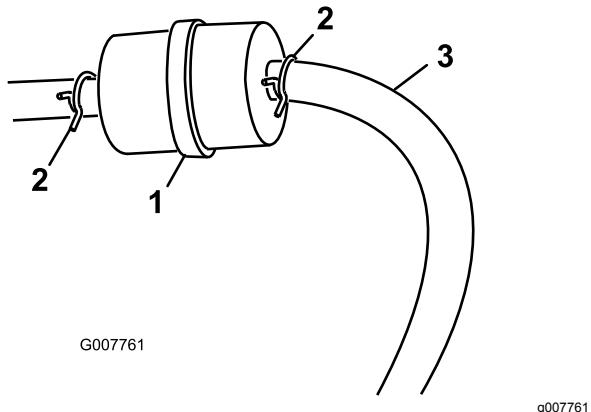

图 22
3. 将软管夹的两端挤压到一起将它们滑离滤清器图 22。
5. 安装新的滤清器并将软管夹移近滤清器图 22。
3. 松开燃油滤芯上的软管夹、沿燃油管向上滑动、使之离开燃油滤芯图 22。
4. 从燃油滤芯上断开燃油管图 22。
**注意** 让燃油排入燃油容器或放油盘图 22。
5. 将燃油管安装到燃油滤清器上。将软管夹滑近燃油滤清器固定燃油管(图 22)。